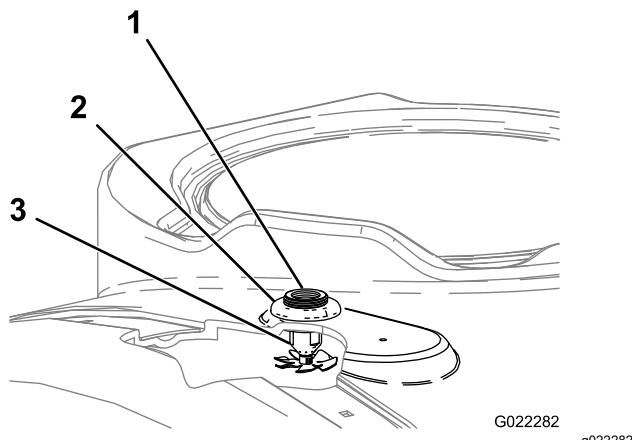

Bild 5
2. Stecken Sie die Düse durch die gebohrten Löcher (Bild 5).
3. Legen Sie die Kunststoffbundmutter auf das Gewinde des Schotts oben am Behälter (Bild 5). Stellen Sie sicher, dass die Dichtung richtig zwischen dem Schottanschlussstück und der Unterseite des Behälters sitzt.